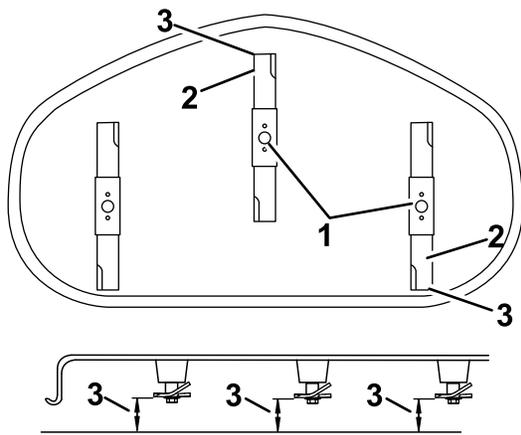

Figura 67
5. Mida entre la punta de la cuchilla delantera y la superficie plana y entre la punta de la cuchilla trasera y la superficie plana (Figura 66 o Figura 67).